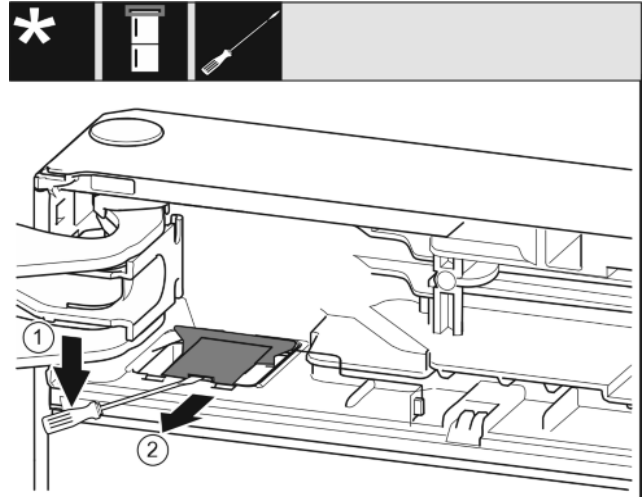

Fig. 8
- ▶ Plochým skrutkovačom odistite kryt a zdvihnite ho. Fig. 8 (1)
- ▶ Vyberte kryt. Fig. 8 (2)